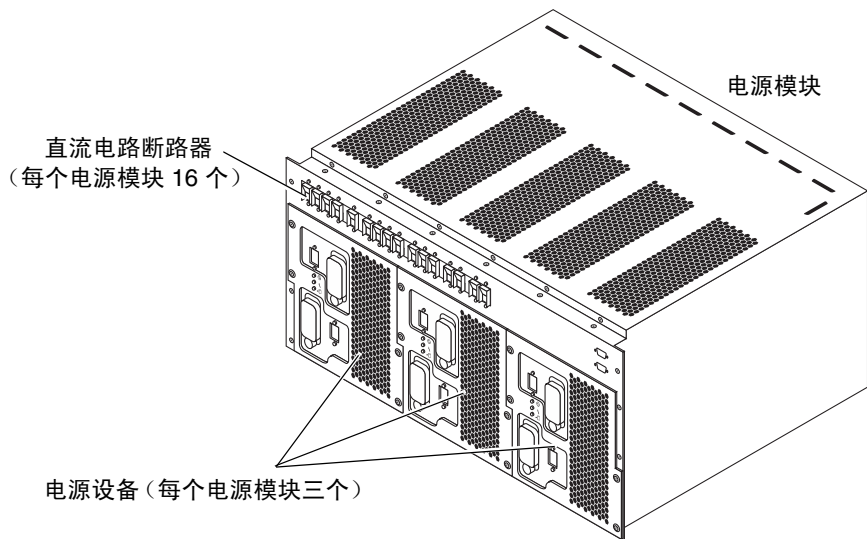

图 2-6 电路断路器和电源设备
2. 确保前、后电源模块的所有 DC 电路断路器都处于 “On” 位置（图 2-6）。